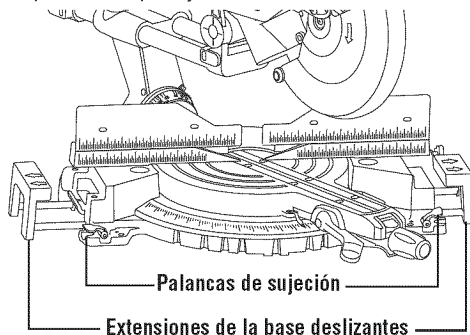

Figura 20. Extensiones de la base deslizantes
**Extensiones de la base deslizantes** – Estas extensiones proporcionan soporte adicional a la pieza de trabajo y son sumamente útiles cuando se cortan piezas largas. Para posicionar las extensiones sólo suelte las palancas de sujeción de las extensiones de la base, ajuste las extensiones y vuelva a fijar las palancas (Figura 20). (También vea tope de longitud en la página 63.)